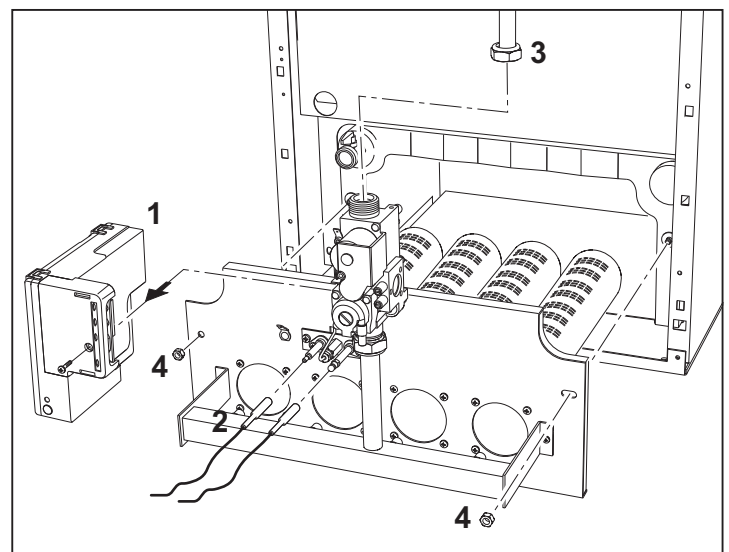

рис. 7
2. Снимите электронный блок управления «1» газовым клапаном (рис. 7);